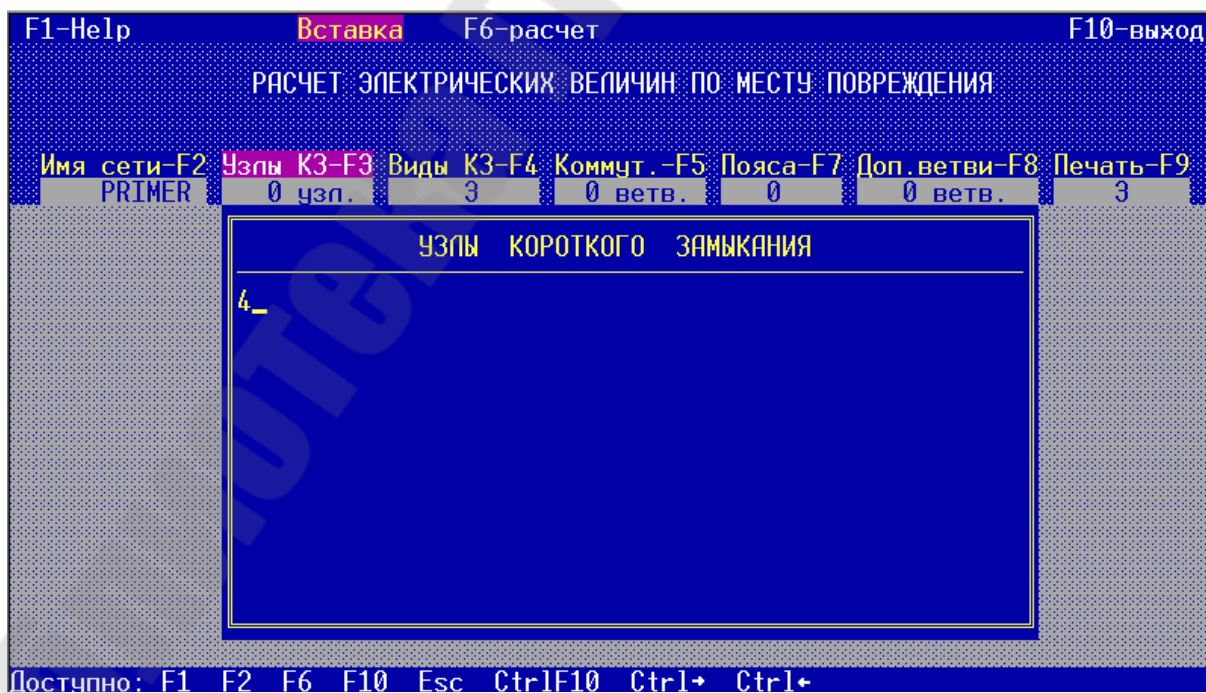

Рис. 5.9. Задание узлов для расчетов токов КЗ
**Узлы КЗ – F3** – формирование массива узлов сети, для расчета параметров КЗ (рис. 5.9). Пользователь через пробел должен перечислить узлы, для которых необходимо выполнить расчеты.